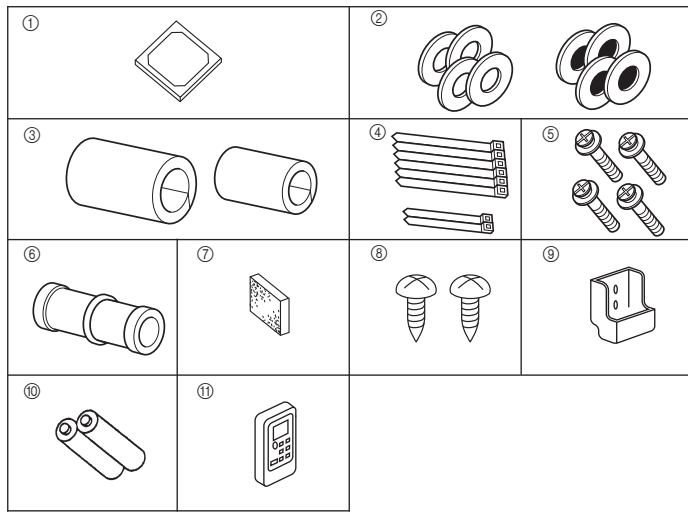

Fig. 4-1
4.1. Verificação dos acessórios da unidade interior (Fig. 4-1)